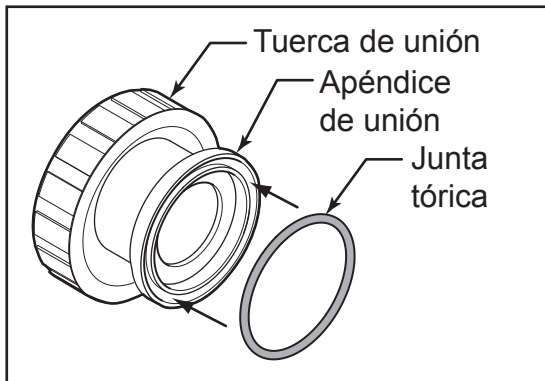

Figura 6. Colocación de la junta tórica
8. Coloque las juntas tóricas en la cara de los apéndices de la unión, donde la cara de la unión se conectará con los puertos del filtro. Consulte la Figura 6.